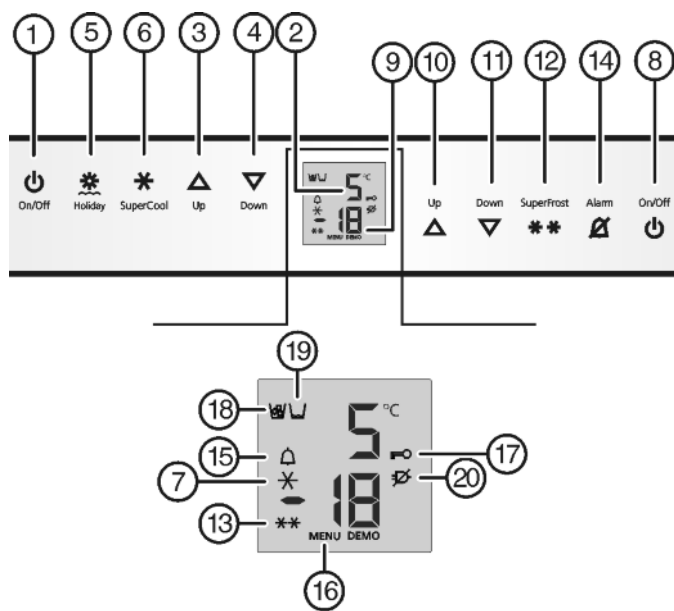

Fig. 2
- Нажмите кнопку On/Off морозильного отделения Fig. 2 (8).
- Нажмите кнопку On/Off холодильного отделения Fig. 2 (1).
- Активация режима настройки: удерживайте кнопку SuperFrost Fig. 2 (12) прилб. 5 секунд.
- ▷ Символ меню *Fig. 2 (16)* горит.
- ▶ Коротко нажмите кнопку SuperFrost *Fig. 2 (12)* для подтверждения.
- ▶ Для включения защиты от детей коротко нажмите клавишу SuperFrost *Fig. 2 (12)*.
- ▷ Символ "Защита от детей" *Fig. 2 (17)* горит. На индикации мигает **c**.
- ▶ Для выключения защиты от детей коротко нажмите клавишу SuperFrost *Fig. 2 (12)*.
- ▷ Символ защиты от детей *Fig. 2 (17)* гаснет. На индикации мигает **c**.
- ▶ Выход из режима настройки: нажмите кнопку On/Off морозильного отделения *Fig. 2 (8)*.
- ▶ Нажмите кнопку Alarm *Fig. 2 (14)*.
Одновременно мигает индикация температуры и символ тревоги *Fig. 2 (15)*.
Звуковой сигнал выключается автоматически, символ аварийного сигнала *Fig. 2 (15)* выключается и индикатор температуры перестает мигать, если температура снова становится достаточно низкой.